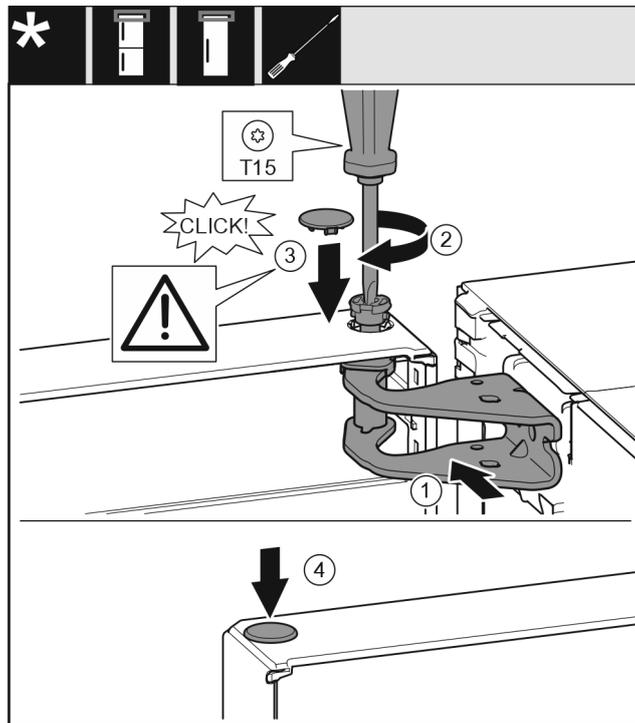

Fig. 20
- Allineare la porta in alto all'apertura nel blocco di supporto. Fig. 20 (1)
- Inserire i perni e serrare con il cacciavite T15. Fig. 20 (2)
- Montare la copertura di protezione della porta: inserire la copertura di protezione e controllare se appoggia sulla porta. Altrimenti inserire completamente il perno. Fig. 20 (3)
- Inserire i tappi. Fig. 20 (4)